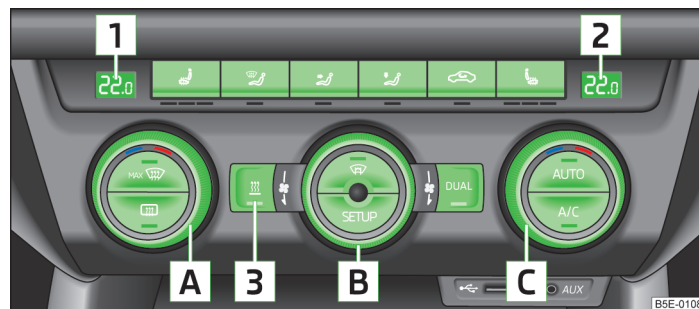

Fig. 86 Climatronic: Elementos de mando
- Pulsar la tecla **AUTO** » fig. 86 de la página 89.
- **A/C** » fig. 86 de la página 89 conectado.
Funciones de los elementos de mando individuales » fig. 86:
- Ajustar la temperatura con los reguladores giratorios  y  » fig. 86 de la página 89 entre +16 °C y +29 °C.
- Girar el regulador giratorio  » fig. 86 de la página 89 hacia la izquierda o la derecha para reducir o aumentar la temperatura.
- Girar el regulador giratorio  » fig. 86 de la página 89 hacia la izquierda o la derecha para reducir o aumentar la velocidad de giro del ventilador.
- Pulsar la tecla  » fig. 86 de la página 89.